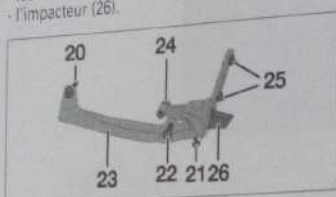

Fig. 9
- les fixations (20), (21) et (22) (Fig.9).
- le renfort d'impacteur (23).
- les fixations (24) et (25).
- l'impacteur (26).